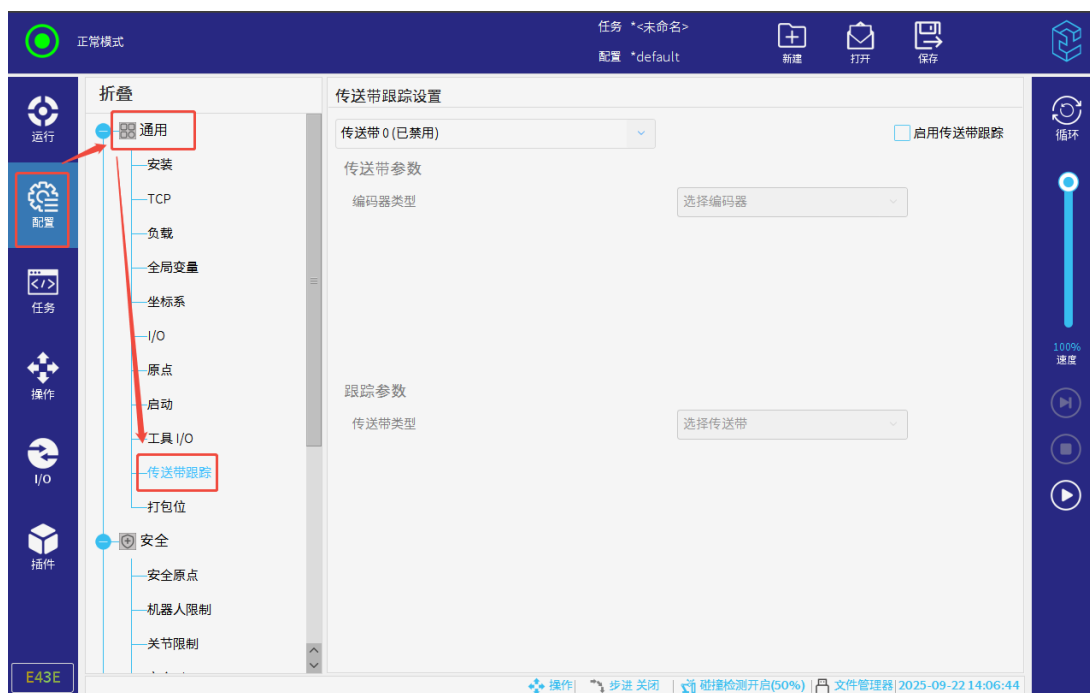

图 3-58: 传送带跟踪：绝对式
1. 点击“配置 > 通用 > 传送带跟踪”，进入“传送带跟踪设置”界面，如图 3-58 所示。